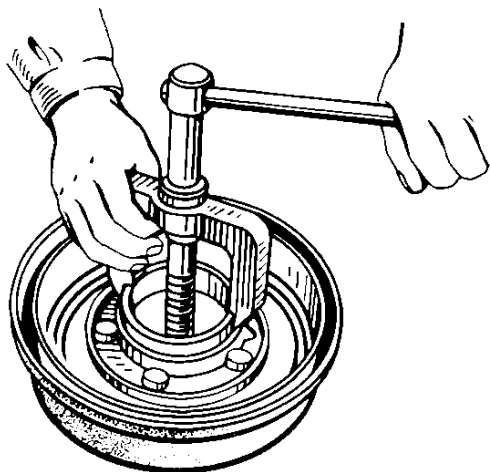

Рис. 11.8. Выпрессовка наружного кольца наружного подшипника ступицы
5. Выпрессуйте наружное кольцо наружного подшипника приспособлением (рис. 11.8).